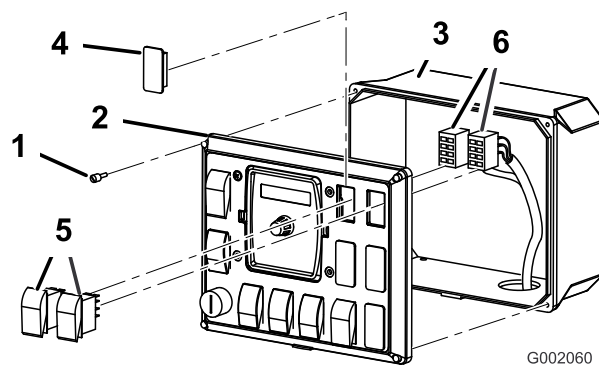

图28
- 松开用于将前面板固定到控制箱的 4 个螺丝（图28）。
2. 拆下前面板，露出控制箱的内部（图28）。
3. 从车辆的喷洒控制面板上提起并拆下 2 个栓塞，然后将随附的 2 个摇臂开关安装在空出的位置（图28）。